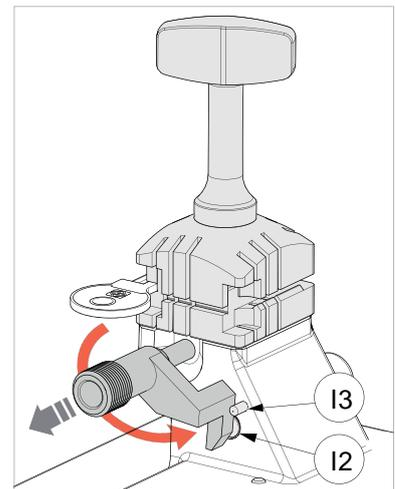

Fig. 33
**NOTA: antes de empezar la lectura o el cifrado de la llave es necesario llevar manualmente el calibre a su posición de origen (Fig. 33).**
Para todas las operaciones de lectura/decodificación y cifrado, hay que llevar manualmente el calibre (1) a su posición de origen (Fig. 33 - en esta posición cubre el sensor (12) que detecta su presencia).